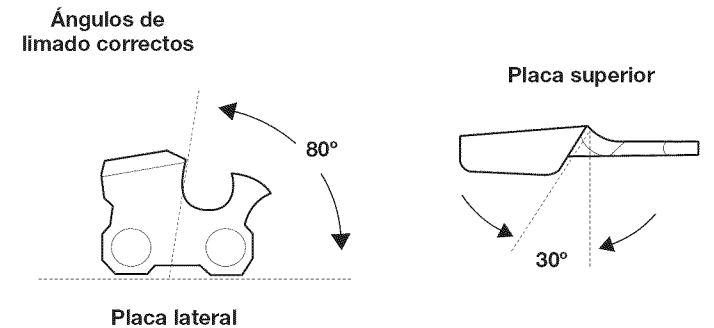

Fig. 35
- Aplique algunos golpes firmes en cada diente. Cuando se lima correctamente, la placa superior estará en un ángulo de 30° y la placa lateral estará en un ángulo de 80° (Fig. 35). La utilización de la lima y el soporte de lima correctos producirá automáticamente los ángulos correctos.